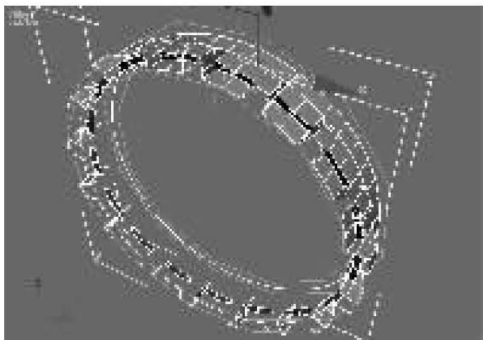

图 7-82 弯曲模型
(10) 选中其中一个模型,进入其“修改”面板,单击“编辑几何体”卷展栏中“附加”按钮右边的  按钮,在弹出的对话框中选择所有复制的模型,单击“附加”按钮,使所有复制的模型结合为一个对象。
(11) 激活“顶点”子对象,选中模型的所有顶点。单击“编辑顶点”卷展栏中“焊接”按钮右面的  按钮,在弹出的对话框中设置“焊接阈值”为 0.5,单击“确定”按钮,焊接复制模型首尾相连的地方。
(12) 确定当前的模型为选中状态,在修改器列表中加入“弯曲”修改器,设置“弯曲”选项区中的“角度”为 360,然后选中“弯曲轴”选项区中的 X 单选按钮,结果如图 7-82 所示。